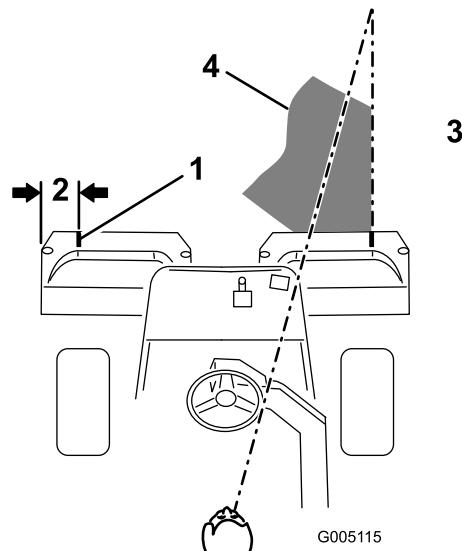

図 33
- その位置に白色テープか白ペンキで集草箱の縁と平行に目印を入れる（図 33）。
3. 行きと帰りでのオーバーラップができるだけ小さくなるように運転します。隣の列との距離を一定に保って直進するには、本機の前方約2~3mを視野に捕らえておくのがポイントです(図33および図34)。ハンドルを目印にして距離を合わせても良いでしょう。その場合、ハンドルの縁と本機前方の目標ラインとを重ねて見ながら運転します(図33および図34)。